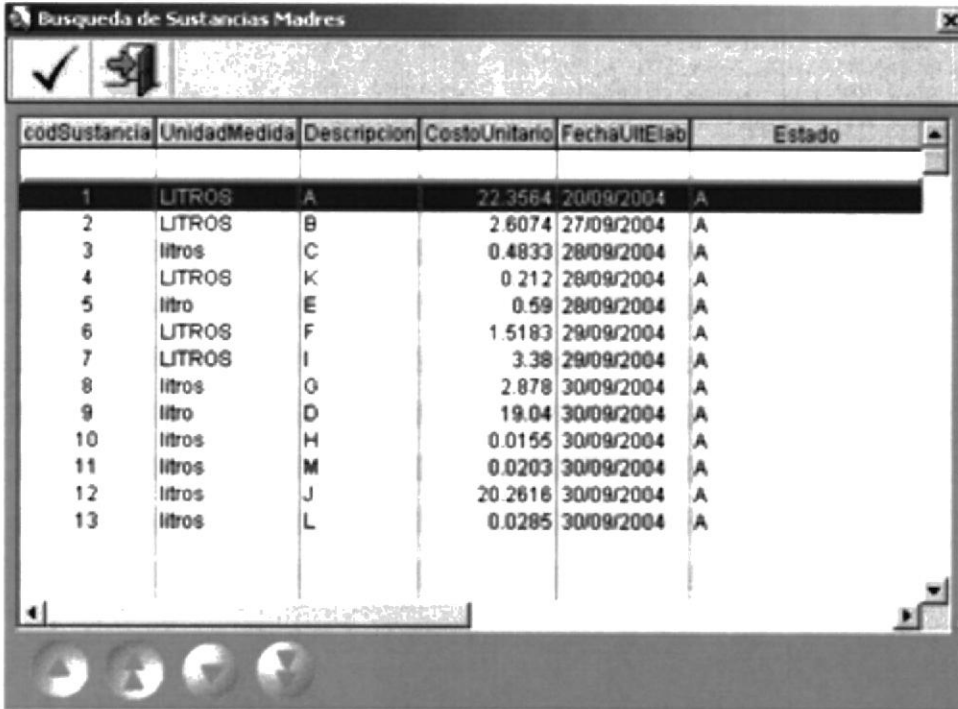

Figura 10.8 Mensaje de Ingreso de Datos Formula de Sustancias
5. A continuación aparece el mensaje de la figura 10.8.
4. A continuación aparece el mensaje de la figura 10.8.